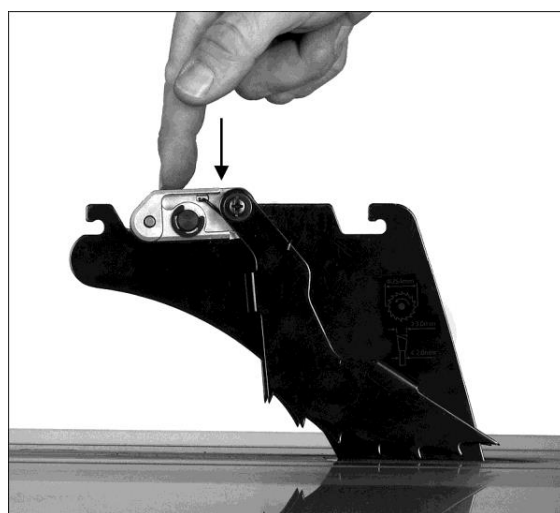

Рис. 5-11
2. Поверните головку и нажмите на нее (Рис. 5-11) до щелчка. *Щелчок означает, что узел противоударного фиксатора надежно закреплен.*